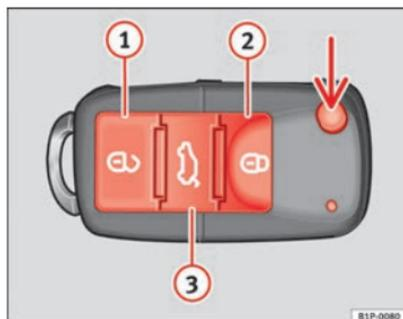

Abb. 62 Tastenbelegung
Mit der Taste ⇒ Abb. 62 (Pfeil) der Fernbedienung wird der Schlüsselbart ausgeklappt.
Fahrzeug entriegeln  ⇒ Abb. 62 ①.
Fahrzeug verriegeln  ⇒ Abb. 62 ②
Heckklappe entriegeln. Die Taste  ⇒ Abb. 62 ③ betätigen, bis alle Blinkleuchten am Fahrzeug kurz aufleuchten. Nach Drücken der Entriegelungstaste  ③ können Sie die Heckklappe innerhalb von 2 Minuten öffnen. Nach Ablauf dieser Zeit wird die Heckklappe wieder verriegelt.
Zudem blinkt die Batterie-Kontrollleuchte des Schlüssels ⇒ Abb. 62 auf.
Bei einmaligem Drücken der Taste  ⇒ Abb. 62 ① wird nur die Fahrertür entriegelt. Alle anderen Türen bleiben verriegelt. ▶
Bei zweimaligem Drücken der Taste  ⇒ Abb. 62  werden alle Türen entriegelt.
- Betätigen Sie die Taste  => Abb. 62 an der Funk-Fernbedienung.